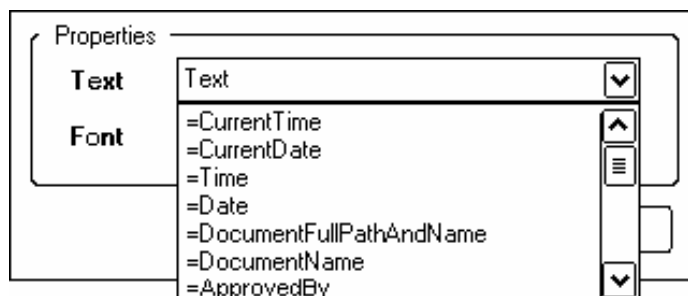

Рис. 4.4
10. В поле Properties окна редактирования текста щелчком мыши развернуть выпадающий список в строке Text (рис. 4.4). В списке представлены “специальные строки” – имена реквизитов из поля параметров документа с предшествующим им знаком равенства.